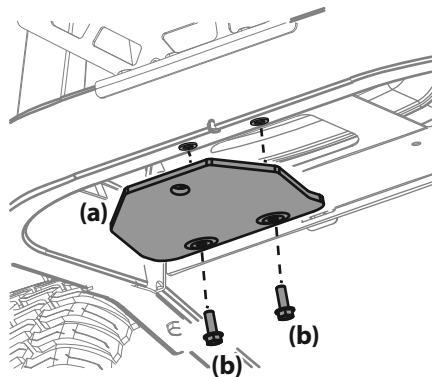

Figura 2
1. Ubique el Enganche (a) e instélo en la parte trasera del bastidor con los dos tornillos de arandela hexagonal (b) proporcionados. Consulte la Figura 2.